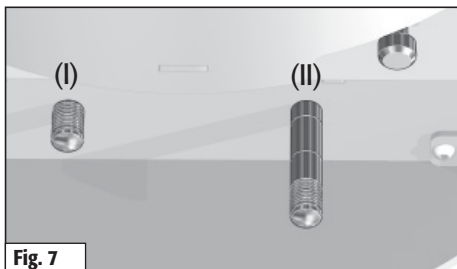

Fig. 7
Primaire lucht en secundaire lucht instellen	Schuif voor primaire lucht (I) sluiten, schuif voor secundaire lucht (II) op markering 2-3. (fig. 7)